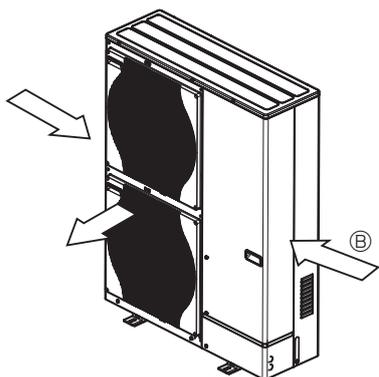

Fig. 2-5
- ③ Jei įmanoma, pastatykite įrenginį taip, kad oras per oro išėjimo angą pūstų statmenai sezoninio vėjo krypties atžvilgiu. (Fig. 2-5)